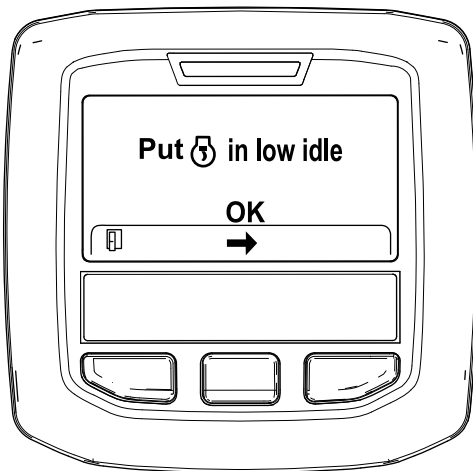

Bild 48
6. Stellen Sie die Gasbedienung in die NIEDRIGE LEERLAUF-Stellung und drücken Sie die mittlere Taste (Bild 48).